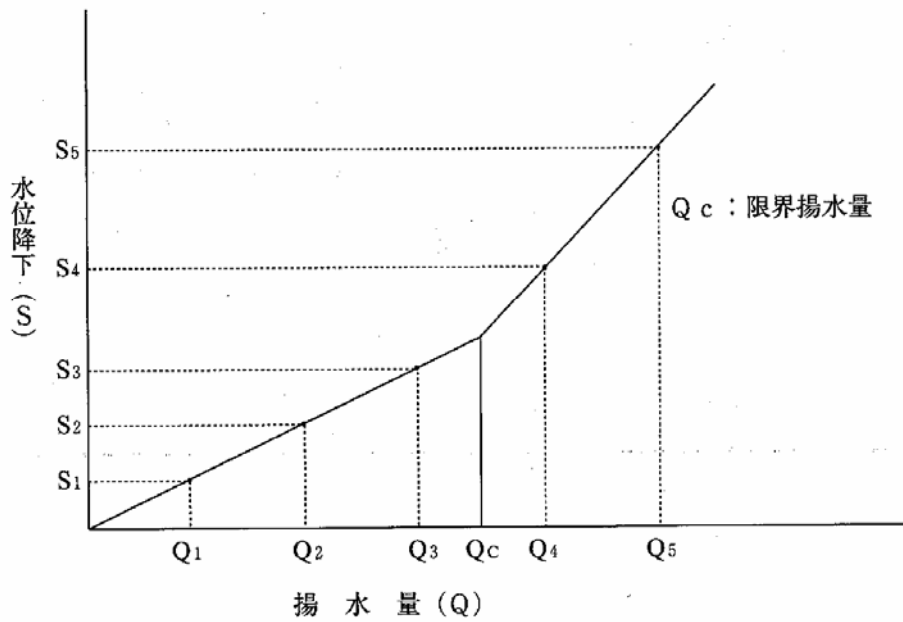

図14-2 限界揚水量の決定
- (4) 限界揚水量の決定を行う。(図 14.2 参照)
- (5) 適正揚水量(計画取水量)により、連続24時間以上揚水試験を行い、揚水水位を決定する。